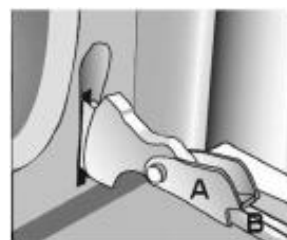

Figura 7
- Abra la completamente y encaje el pestillo A en el encaje de la bisagra B (figura 7).